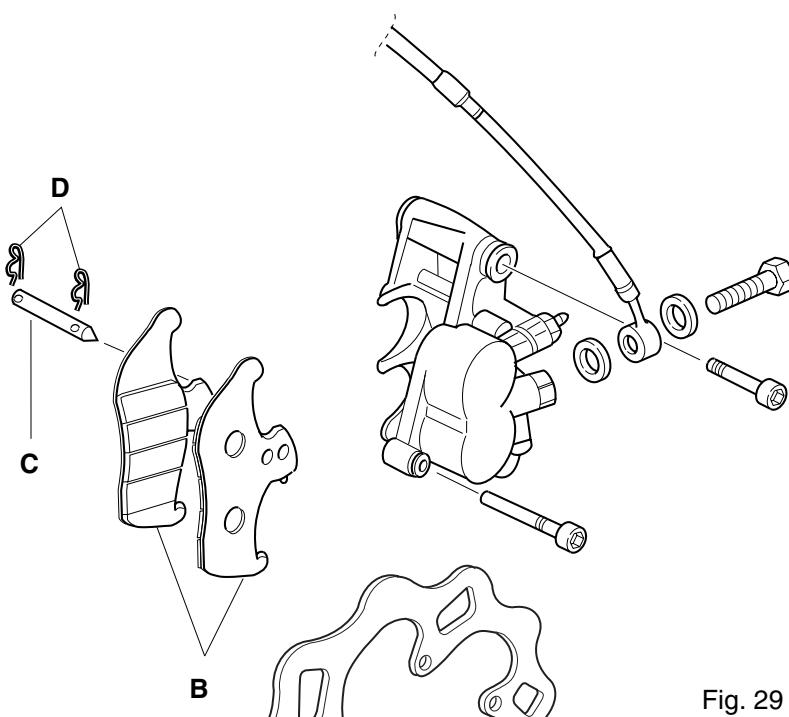

Fig. 29
2. Per raggiungere le pastiglie dei freni, rimuovere prima la ruota anteriore, vedi capitolo "Ruota anteriore". Separare poi le pastiglie "B" (Fig.29) il più possibile l'una dall'altra. Togliere le 2 cappiglie "D", sfilare il pernetto "C" (Fig.29) e rimuovere le pastiglie. Montare quelle nuove. Fare attenzione affinchè il montaggio sia corretto. Controllare il funzionamento del freno con la ruota montata, facendo girare la ruota stessa. Per raggiungere la massima efficienza di frenatura si consiglia di seguire un periodo di rodaggio per le pastiglie.
2. To gain access to the brake pads, first remove the front wheel as described under the heading "Front wheel". Then begin by separating the brake pads "B" (Fig.29) as far apart as possible. Remove the split "D", the pin "C" (Fig.29) and remove the pads. Fit new pads. Take care to fit the new pads correctly. After fitting the wheel, spin it and check the performance of the brake. To achieve the best possible brake performance, run the pads in gently and carefully.
2. Zum Aus-/Einbau der Bremsbeläge muß das Vorderrad ausgebaut werden, s. Abschn."Vorderrad". Da-nach zuerst die beiden Bremsbeläge "B" (Abb.29) möglichst weit auseinanderdrücken. Den Splint "D" und den Spannstift "C" (Abb.29) entfernen und die Bremsbeläge herausnehmen. Beim Einbau der Beläge auf vorschriftsmäßige Sitz achten. Die Funktion der Vorder-radbremse bei eingebautem Rad kontrollieren - das Rad muß sich leicht und frei drehen. Um beste Brems-wirkung wu erzielen, sollten neue Bremsbeläge vorsichtig und ohne Gewaltbremsungen eingefahren werden.
2. Pour accéder aux garnitures, il faut déposer la roue avant, selon le chapitre "Roue avant". Ecartez autant que possible les garnitures "B" (Fig.29) l'une de l'autre. Enlevez les deux goupilles "D", le pivot "C" (Fig.29) et déposez les garnitures. Posez des garnitures neuves, en veillant à les installer correctement. Vérifiez le fonctionnement du frein en faisant tourner la roue. Pour la meilleure force de freinage, il convient de roder les garnitures avec la plus grande prudence.